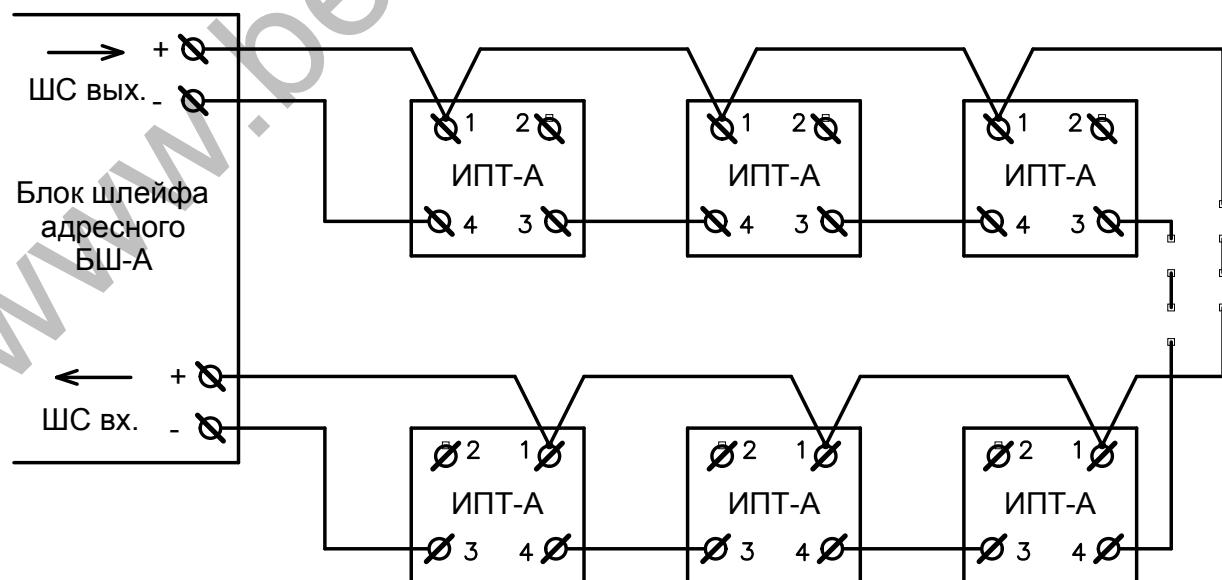

Рис. 4. Схема включения извещателей
– если необходимо, подключить внешнее устройство оптической сигнализации (ВУОС) в соответствии с рис. 4, 5.